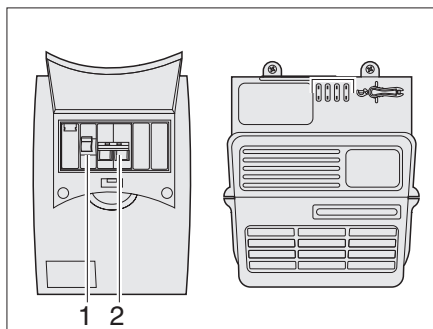

Fig. 99 Coffret de fusibles 230 V
Le fusible principal (Fig. 99,2) protège le courant d'entrée 230 V avec max. 10 A. En outre, un disjoncteur différentiel (Fig. 99,1) se trouve dans le coffret de fusibles.
- Activer et désactiver brièvement le disjoncteur de protection de circuit 230 V (voir Fig. 99) et l'interrupteur principal de la batterie (voir Fig. 93) pour interrompre le flux de courant.